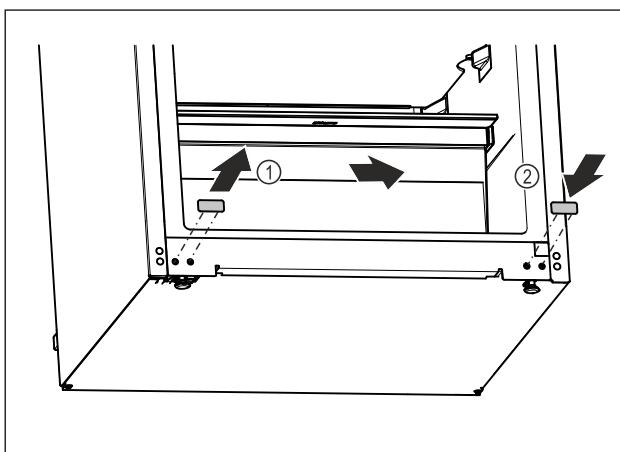

Fig. 17
- ▶ Издърпайте покриваща тапа. Fig. 17 (1)
- ▶ Поставете покриваща тапа от другата страна. Fig. 17 (2)